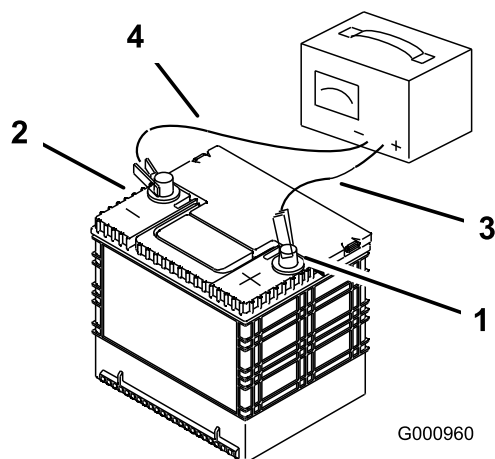

Figura 54
3. Atunci când bateria este complet încărcată, deconectați încărcătorul de la priza electrică, apoi deconectați cablurile încărcătorului de la clemenele bateriei (Figura 54).